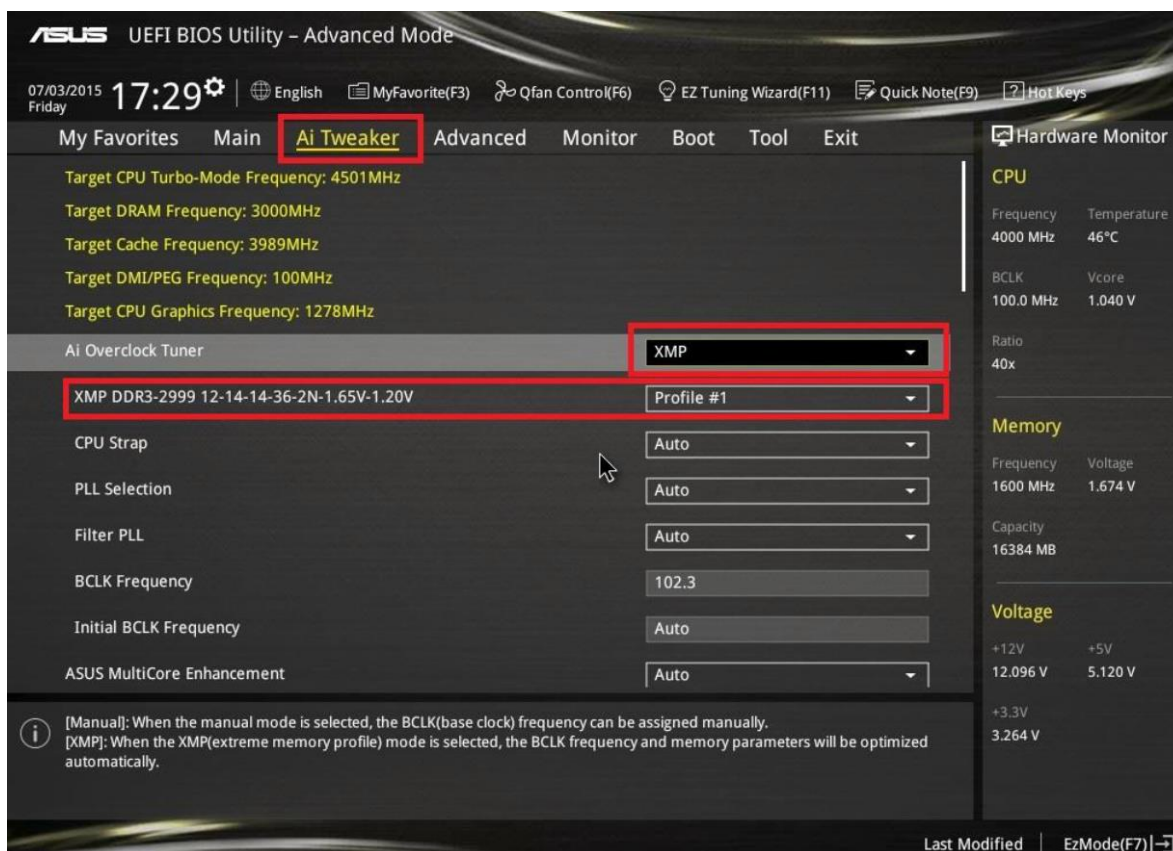

Рис. 61. Настройка XMP профиля 1 через утилиту ASUS Ai Tweaker
*Загрузка XMP: метод Б.* Для используемой в примере материнской платы мы можем применить утилиту ASUS Ai Tweaker для включения XMP. Войдите в BIOS и перейдите к разделу Ai Tweaker (либо нажмите клавишу F7 для быстрого перехода). В подразделе Ai Overclock Tuner перейдите к параметру XMP и выберите профиль для включения (рис. 61).